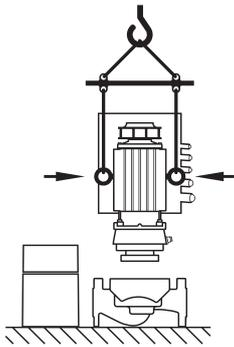

Fig. 9: Transport du moteur
- Si nécessaire, p. ex. en cas de réparation, les œillets de transport peuvent être fixés non pas sur la bride mais sur le carter de moteur (voir p. ex. fig. 9). Avant le montage des œillets de transport sur le carter de moteur, sortir les écarteurs des orifices prévus pour les œillets de transport (fig. 7, pos. 20b) (voir chapitre 10.2.1 «Remplacer la garniture mécanique» à la page 176).
- Si les œillets de transport sont montés non pas sur la bride mais sur le carter de moteur, ils ne peuvent être utilisés que pour le transport du kit embrochable (fig. 9) mais pas pour transporter l'ensemble de la pompe et donc pas pour séparer le kit embrochable du corps de pompe.